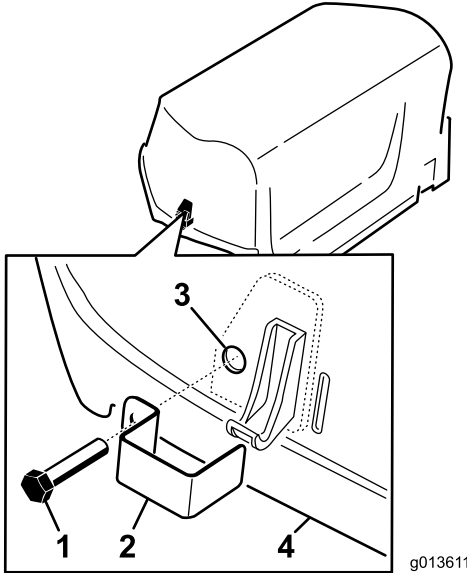

图 5
1. 用带头螺栓共 2 个将门锁盖安装到左、右机罩门锁上图 5。
2. 用钳子或可调扳手将内锁定垫圈拧到各个螺栓 12 个螺纹以固定螺栓图 5。